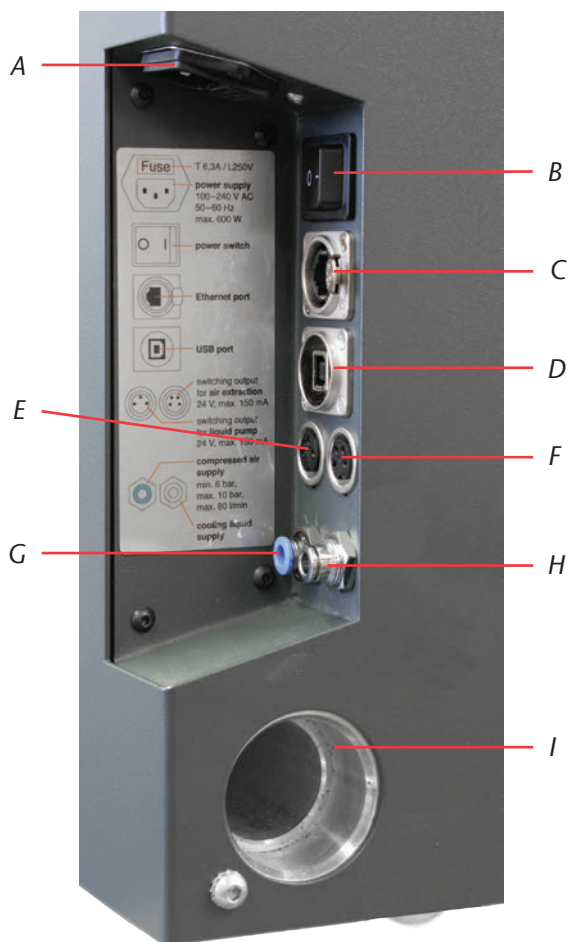

FIGURA 3: PANEL DE CONEXIONES DE LOS MODELOS S IMPRESSION
Utilice únicamente cables originales de vhf para conectar a las dos salidas de conmutación (véase la figura 3). Si utiliza otro cable USB, verifique que no mida más de 3 metros de largo.
La manguera de aire comprimido (azul) debe empalmarse a la conexión identificada con el color **azul** (parte inferior izquierda del panel de conexiones, véase la figura 3). **No** se puede empalmar a la conexión fabricada con metal noble, ya que la máquina no arranca si no dispone de aire comprimido.
- M2.** Conecte la unidad de conmutación opcional a la salida de conmutación para el aspirador externo (véase figura 3 en la página 19).